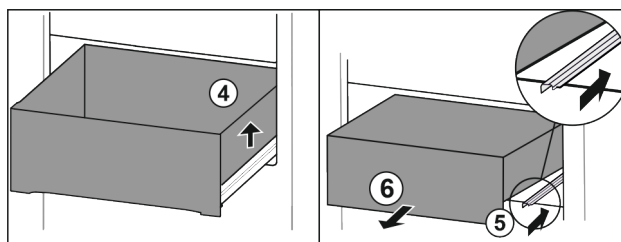

Fig. 75
- ▶ Levante el cajón por la derecha. Fig. 75 (4)
- ▶ Retraiga la guía derecha. Fig. 75 (5)
- ▶ Extraiga el cajón hacia delante. Fig. 75 (6)